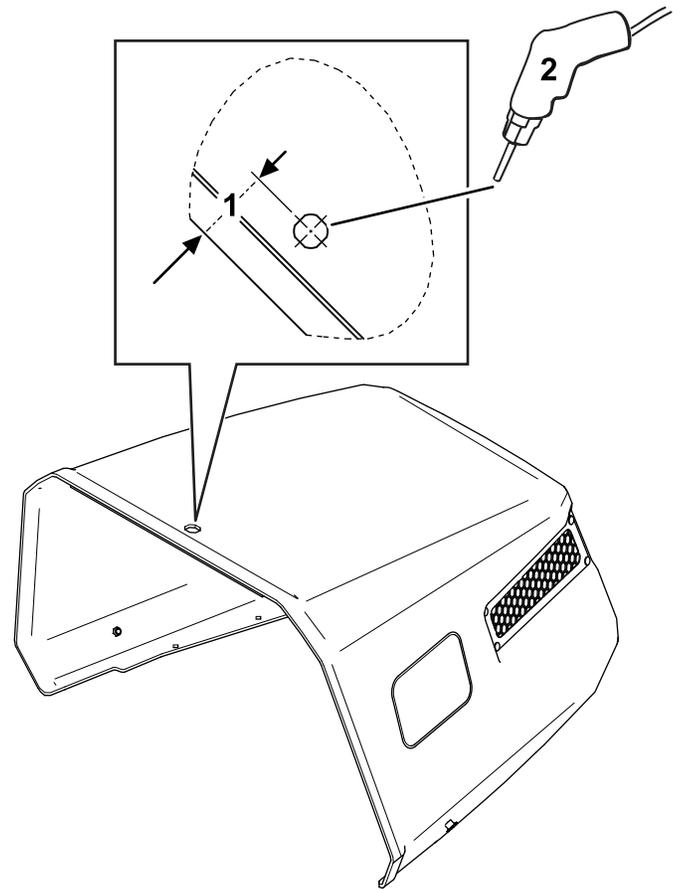

Bild 50
1. Bohren Sie mit einem Bohrer ($\frac{7}{8}$ ") ein Loch in einen zentrierten Bereich der Haube, wie in Bild 50 gezeigt.